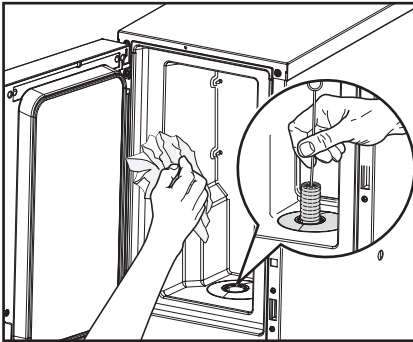

Fig. 25
4. Rengør det indvendige af kølefaget (fig. 25):